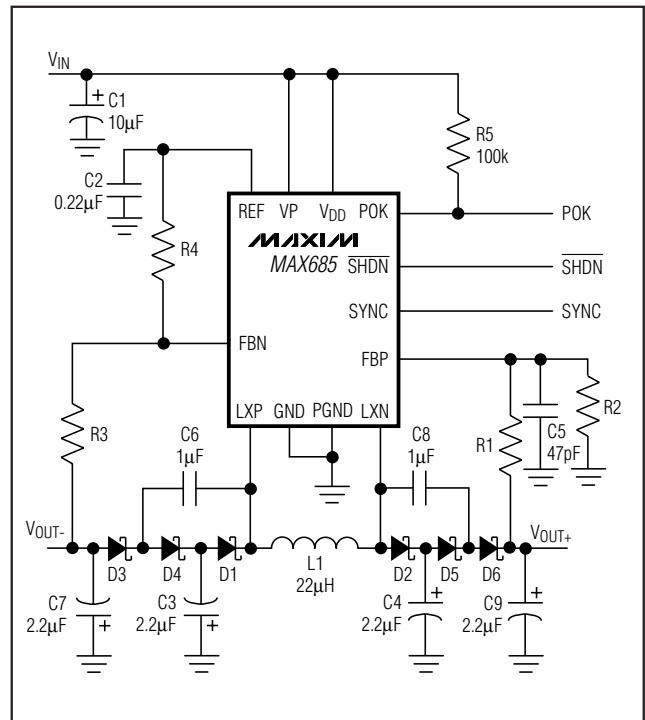

図4. 出力電圧<-9V及び>+24V用の回路
-7.5V又は+24Vよりも大きな出力電圧が必要なアプリケーションにおいては、図4の回路を使用して下さい。この回路はLX_ピンへの電圧ストレスを増やすことなく、チャージポンプを使って出力電圧を増加させます。図4の回路の最大出力電圧は-15V及び+48Vです。
D2、D5及びD6の電圧定格は30V以上でなければなりません。負出力電圧だけを大きくして正出力は変えない場合(あるいはその逆の場合)は図4の回路の半分と図3の回路の半分を使用して下さい。